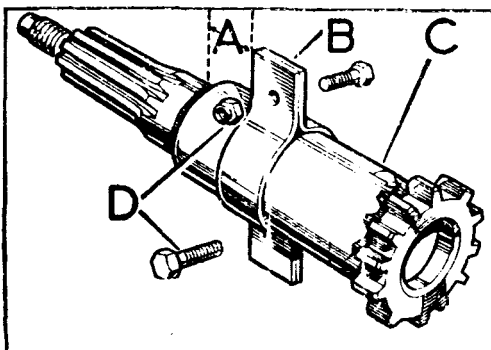

Fig. C1-56 Posición del batidor de aceite
1.4.1. Extraer las dos tuercas y separar las dos mitades del batidor de aceite, B (Fig. C1-56).
- 3.1.1. Montar el batidor de aceite, B (Fig. C1-56) sobre el eje de salida delantero, C, sin apretar a fondo sus elementos de fijación.